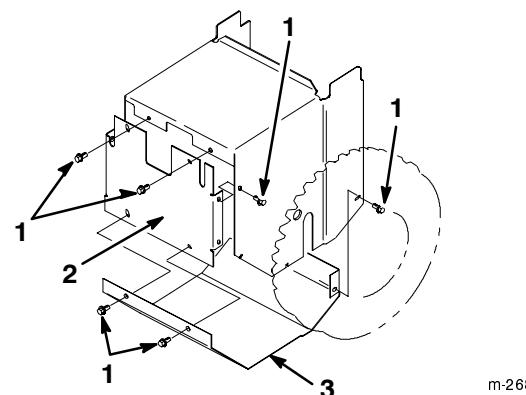

Figure 28
4. Enlevez les 8 vis de fixation des plaques de protection arrière et inférieure et déposez celles-ci (Fig. 28).